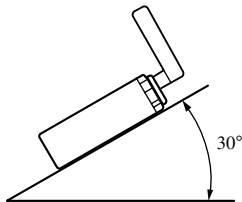

Fig. 9
- Si el ángulo de la instalación excede los 30° del lado horizontal, la unidad podría no brindar su óptimo funcionamiento. (Fig. 9)